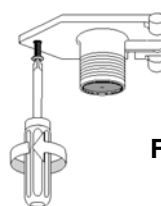

Fig. 5
2. Suelte el tornillo de fijación del conector rápido de los cables situado en la parte inferior del aparato (Fig.5).